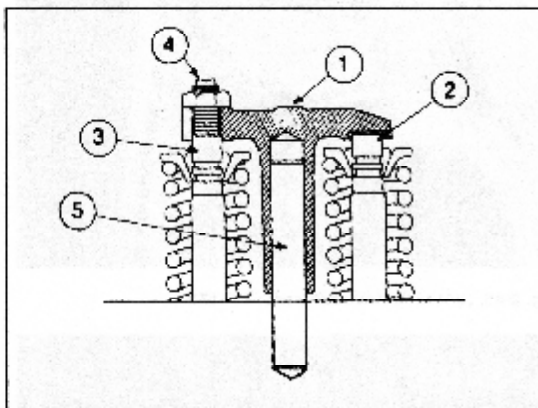

Рис. 2-50. Крестовина клапана.
1. Ослабьте контргайку настроечного винта крестовины и выкрутите винт на один оборот (4, Рис.2-50)